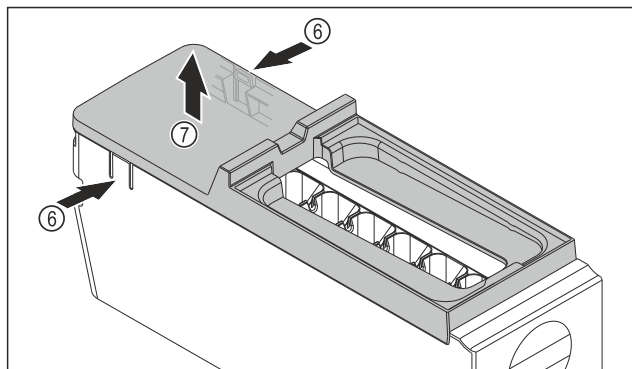

Fig. 155
- Retirer le couvercle du corps de l'EasyTwist-Ice : D'une main, pousser les languettes Fig. 155 (6) des deux côtés du corps de l'EasyTwist-Ice.
- De l'autre main, retirer le couvercle Fig. 155 (7) vers le haut.